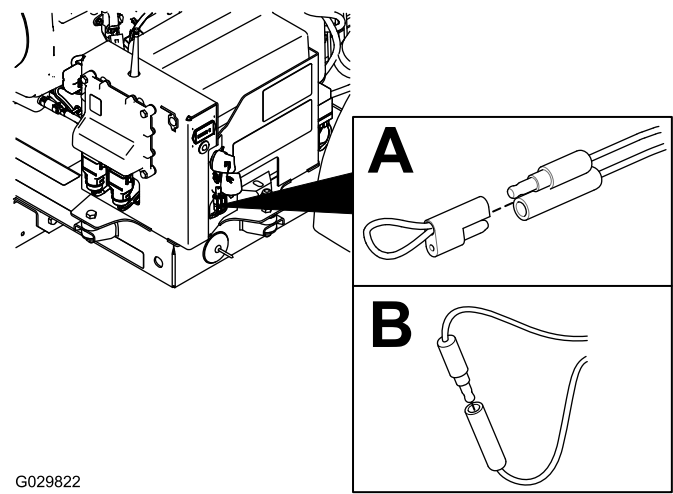

Figura 37
2. Retire el tapón de los 2 conectores de derivación diagnósticos (Figura 37, A).
3. Conecte entre sí los conectores de derivación diagnósticos (Figura 37, B).